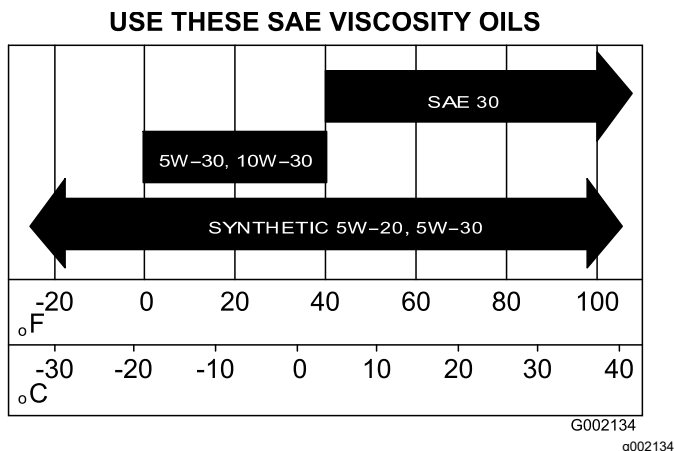

Рисунок 34
5. Залейте в картер двигателя масло указанного типа (Рисунок 34).